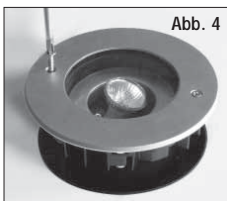

Abb. 4
- Séparer l'appareil du puits extérieur et le mettre au bord du terrain (fig.4)
- Das Gerät von dem äusseren Chassis entfernen und auf Bodenhöhe bringen (Abb. 4)